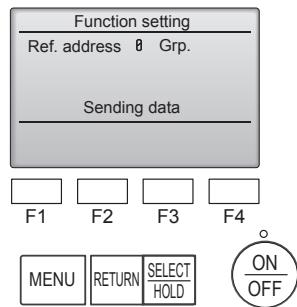

Fig. 7-16
- ⑥ (Fig. 7-16)
- ① Vaya al modo de selección de función